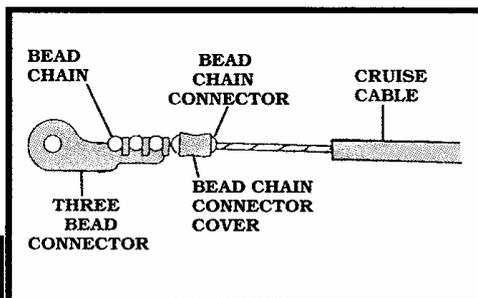

Figure 19
5. 使用”3珠鎖片”的方式，須與下列的零件同時使用：“3珠鎖片”珠型鏈條 珠型鏈條連接扣 連接扣護套（參考 Figure 19）